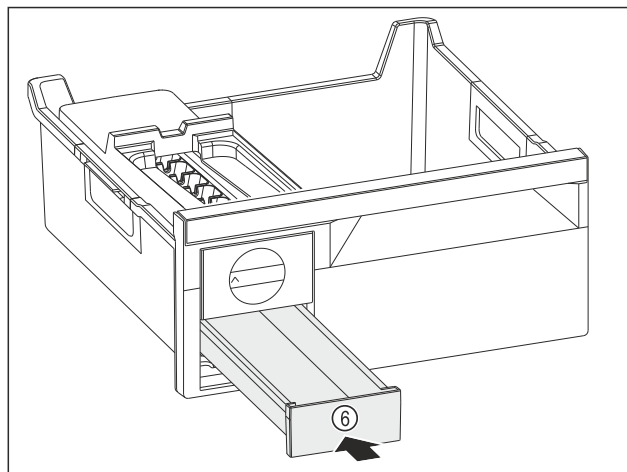

Fig. 122
- ▶ Insérer le compartiment à glaçons Fig. 122 (6).